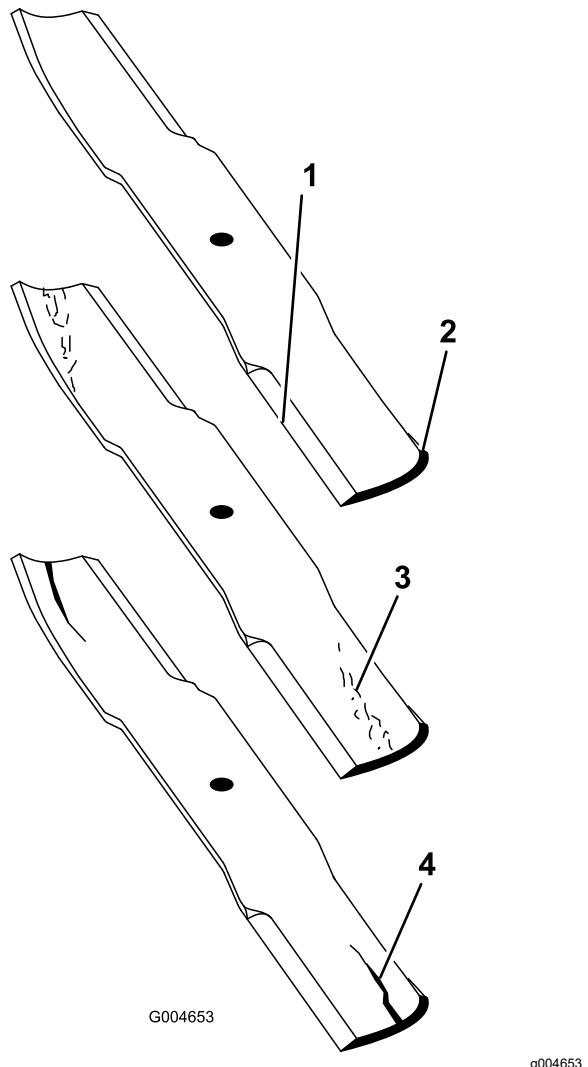

Figure 24
- Examinez le tranchant des lames (Figure 24). Si les lames sont émoussées ou présentent des indentations, déposez-les et affûtez-les. Voir Affûtage des lames \(page 22\).
- Inspectez les lames, en particulier l'ailette (Figure 24). Remplacez immédiatement toute lame endommagée, usée ou qui présente une entaille (Figure 24).